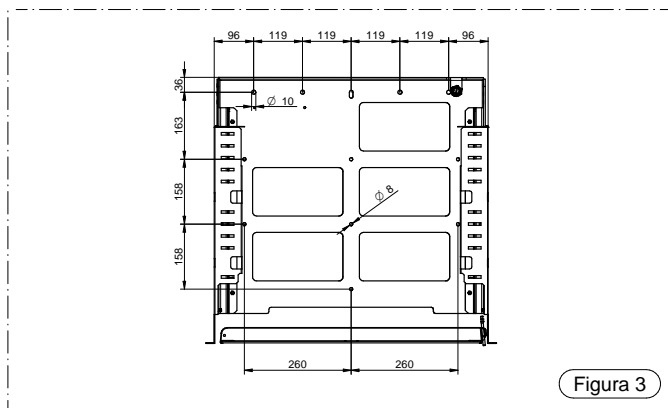

Figura 3
- 3) Fissare saldamente il Kit supporto e caricamento al pavimento con tasselli ad espansione d'acciaio di D.10 mm garantendo che la quota A sia maggiore della quota B (vedi Figura 3). Si consiglia vivamente di verificare che il pavimento dove vengono fissati i tasselli sia compatto e adatto a supportare l'eventuale trazione data dall'estrazione dell'inserto per il caricamento.
- 4) Procedere poi ad assemblare la base fissa al "Kit supporto e caricamento" (vedi Figura 3)